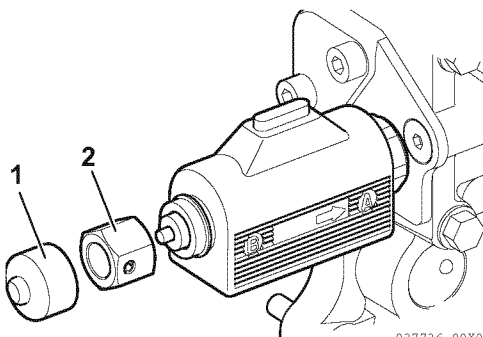

Abbildung 9
2. Die Notmutter (1, **Abbildung 9**) umdrehen und auf das Elektroventil schrauben.